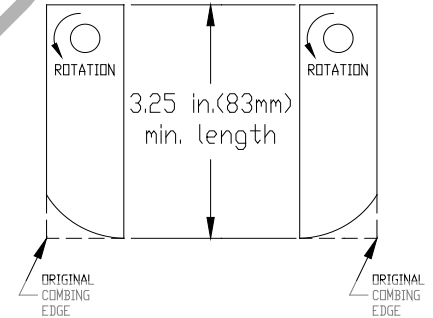

Fig. 9
4. Verificare lo stato di usura delle lame e sostituirle tempestivamente in caso di deformazioni o incrinature. Misurare la lunghezza complessiva della lama. (Vedere Fig. 9).